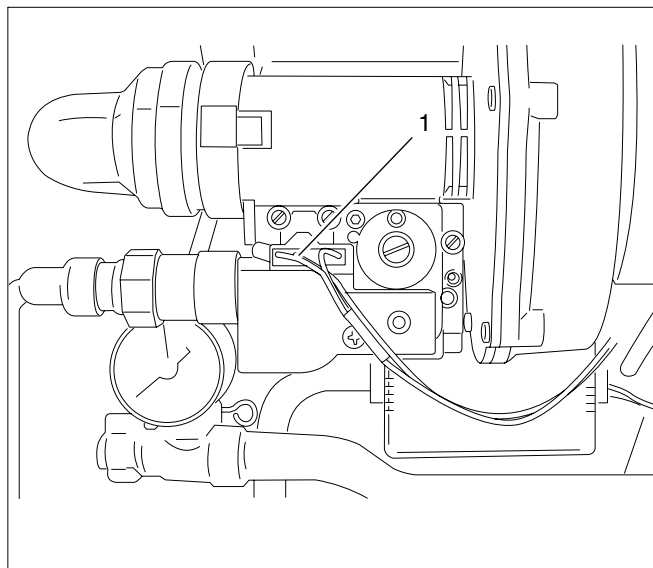

Fig. 39 Verificarea conexiunilor cablurilor la robinetul de gaz (de exemplu, robinet HONEYWELL)
- Verificați dacă fișa este montată corect la robinetul de gaz (vezi Fig. 39, Poz. 1).